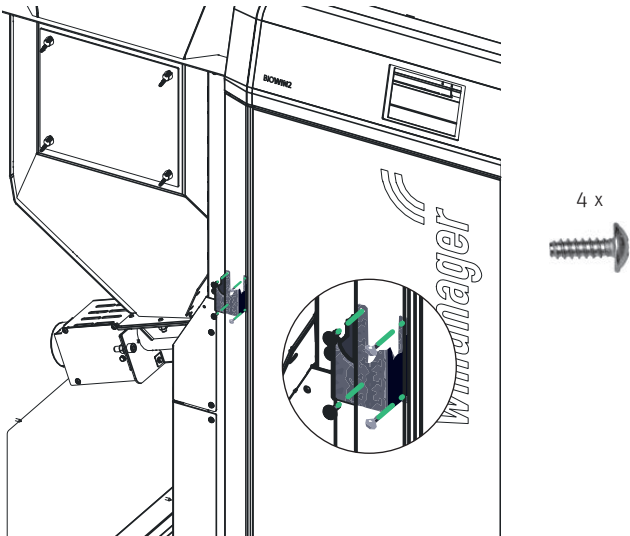

Fig. 106 Avvitare la piastra di chiusura
- Montare la piastra di chiusura con 4 viti autofilettanti – Fig. 106.